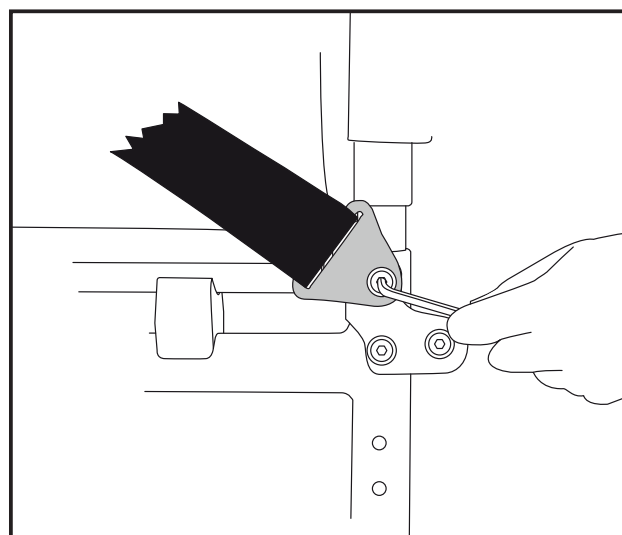

Figura 23
- Montare la cintura pelvica come mostrato in figura 23. Utilizzare la vite rimossa